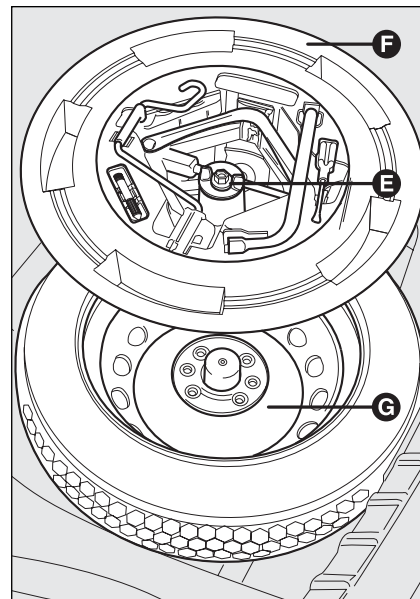

fig. 11
- ☐ ponga la rueda de repuesto **G**-**fig. 11** en el compartimiento específico ubicado en el maletero;